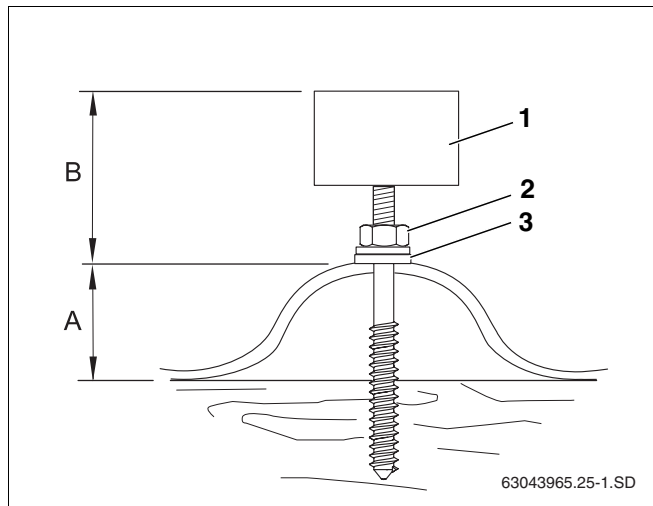

Fig. 24 Patte à vis montée sur un toit en tôle ondulée
En insérant les pattes à vis, veillez à ce que l'écartement B (tabl. 7 et fig. 24) soit le même pour toutes.
- Visser l'écrou à fond (fig. 24, **pos. 2**) jusqu'à ce que la rondelle d'étanchéité (fig. 24, **pos. 3**) repose parfaitement sur le toit.